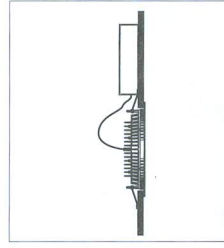

Рис.4
- ▶ Так выглядят установленный светильник рис. 4, рис. 4а.
Рис.4а